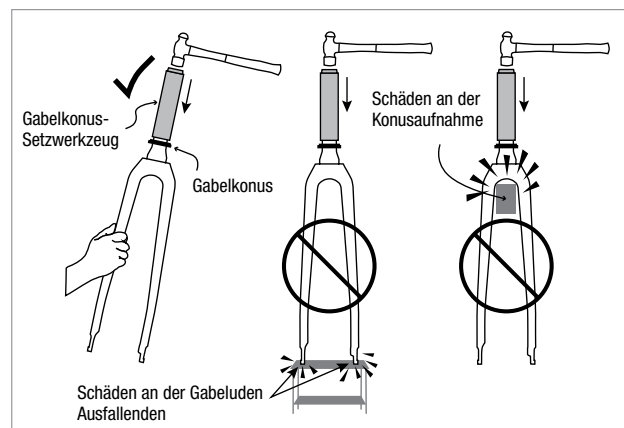
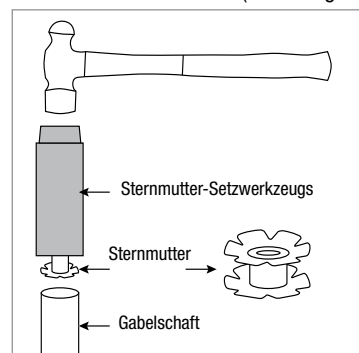

Abbildung 2
Abbildung 10
▲ WARNUNG: Stellen Sie die Gabel nicht auf die Ausfallenden und halten Sie die Gabel nicht am Konussitz, wenn Sie den Konus installieren. Dadurch kann die Gabel beschädigt werden (Abbildung 2).
- A. Halten Sie die Gabel mit eine Hand (Abbildung 2) und installieren Sie mithilfe eines Sternmutter-Setzwerkzeugs und eines Hammers eine neue Sternmutter (Abbildung 10).